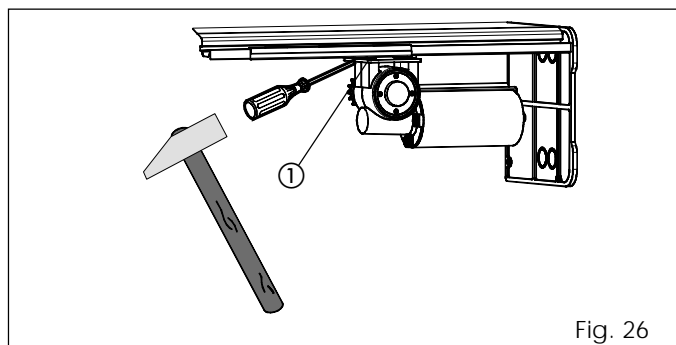

Fig. 26
- Allentare leggermente le quattro viti di fissaggio (fig. 26 rif. ①) del secondo motore.
- Spingere il gruppo motore verso l'esterno con l'aiuto di un martello come indicato in fig. 26.